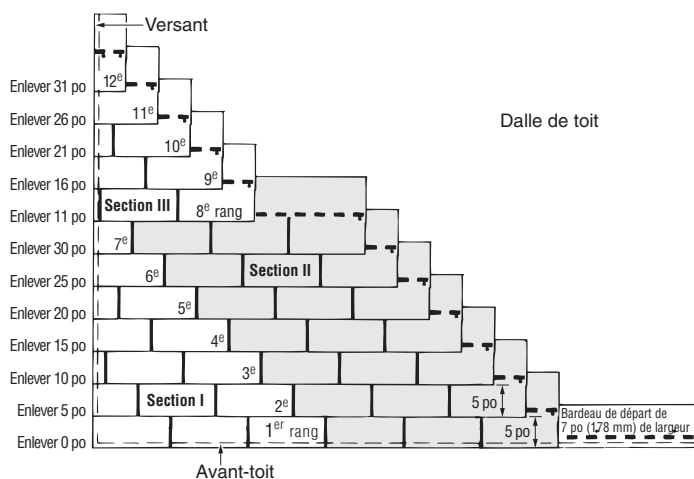

Figure 10-9 : Méthode de pose diagonale de cinq pouces.
1. Pour débuter le deuxième rang, retrancher 5 po (127 mm) du côté gauche d'un bardeau et poser la pièce de 31 po (790 mm) restante par-dessus le bardeau du premier rang, à égalité avec le bord gauche du bardeau du premier rang et en laissant 5 po (127 mm) du premier rang à découvert (*figure 10-9*).
3. Poser la section II de la façon illustrée à la *figure 10-9*, en aboutant des bardeaux entiers contre les bardeaux des sept rangs de la section I. Il faut poser les bardeaux de la section II avant de passer aux rangs 8 à 12 (section III). Les bardeaux de la section II sont aboutés contre les bardeaux des sept rangs de la section I. Fixer tous les bardeaux de façon normale.
1. Pour débiter le huitième rang, retrancher 11 po (280 mm) du côté gauche d'un bardeau et poser la pièce de 25 po (635 mm) restante par-dessus le bardeau du septième rang, à égalité avec le rebord gauche de celui-ci et en laissant 5 po (127 mm) du septième rang à découvert (*figure 10-9*).